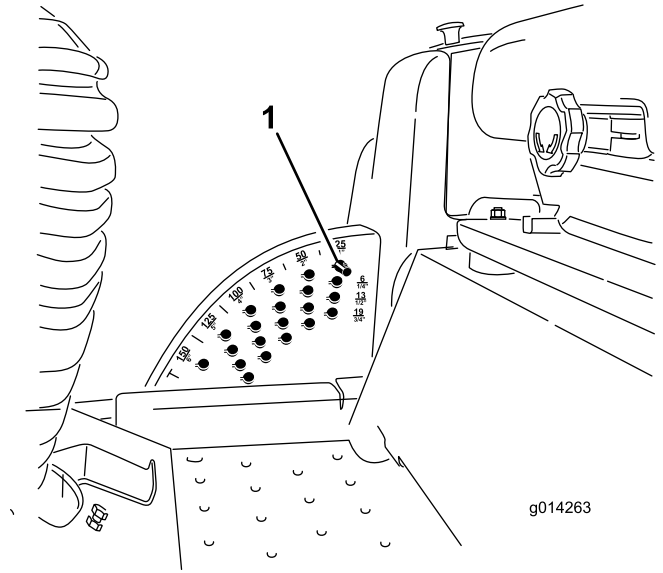

Bild 2
3. Achten Sie für einen späteren Einbau auf die Stelle, an der der Schnitthöhenstift in der Schnitthöhenhalterung befestigt ist (Bild 2). Nehmen Sie den Schnitthöhenstift aus der Schnitthöhenhalterung.